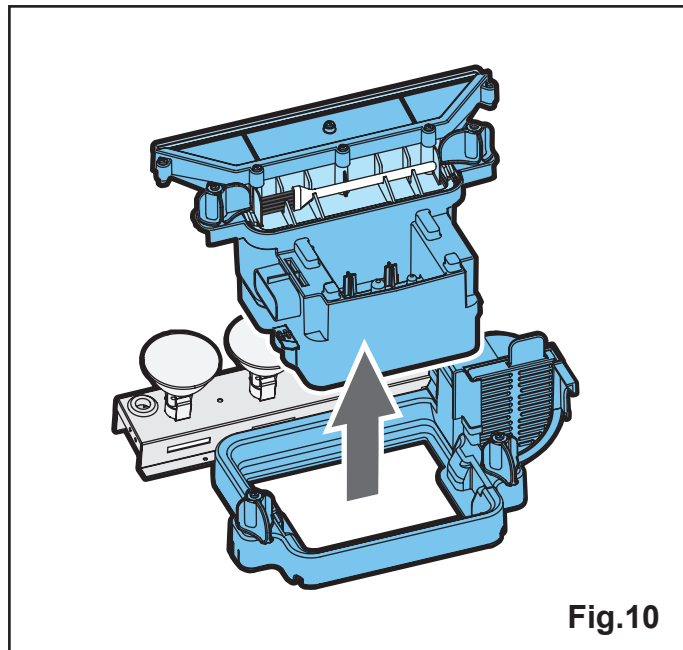

Fig.10
6. Til de opvangbak voorzichtig op en zorg dat u deze recht houdt zodat er geen water wordt gemorst. Plaats de opvangbak in de gootsteen. (Zie Afb.10)